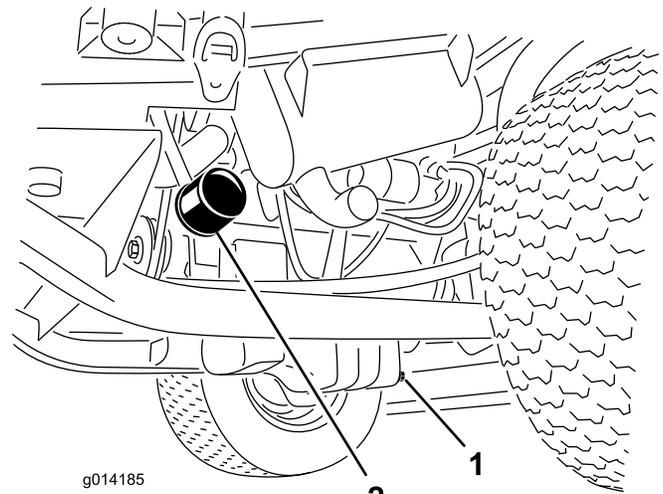

Bild 27
3. Entfernen Sie den Ölfilter (Bild 27).
1. Entfernen Sie die Ablassschraube (Bild 27) und lassen Sie das Öl in die Auffangwanne ab.